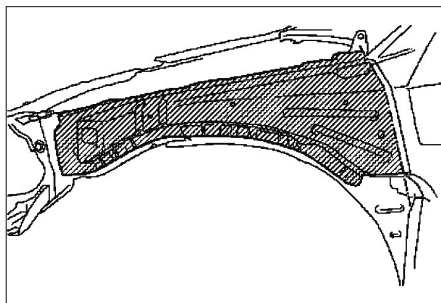

FIG. 7
- Déposer par perçage le renfort de passage de roue complet (fig. 7).